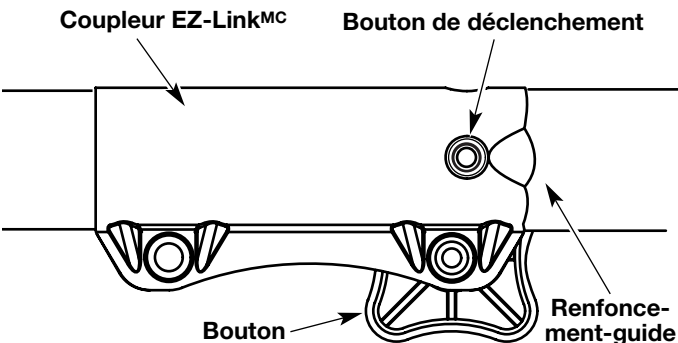

Fig. 23
1. Dévissez le bouton vers la gauche (Fig. 23).
2. Appuyez sur le bouton de déclenchement et maintenez-le enfoncé (Fig. 23).
**NOTE :** aligner le bouton de déclenchement avec le renforcement-guide facilitera l'installation (Fig. 23).